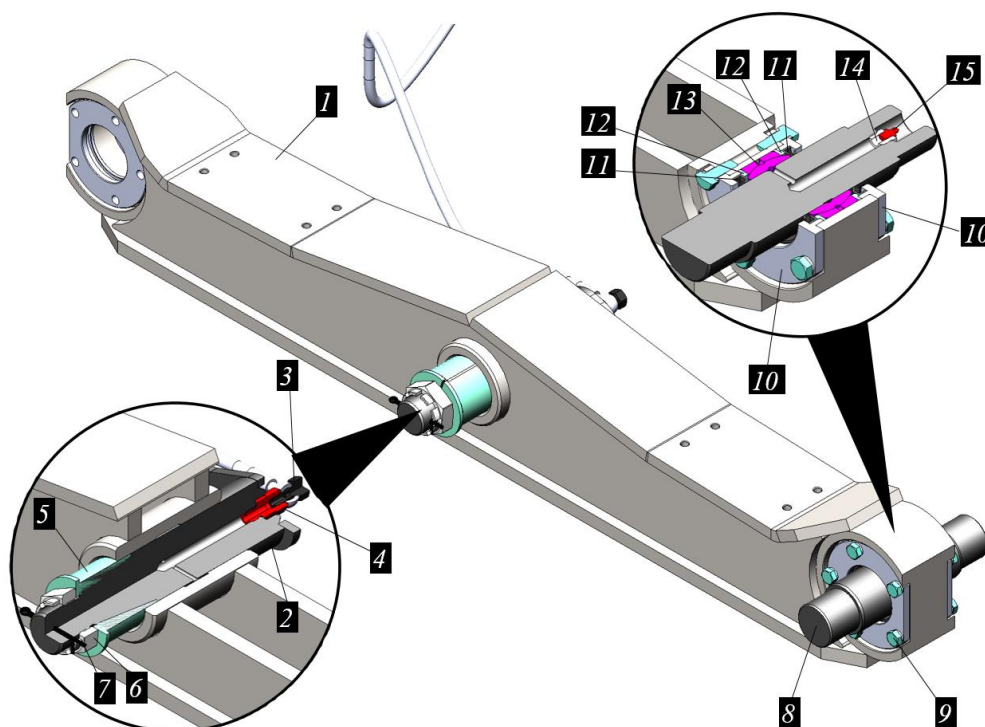

Рисунок 13.4. Конструкция балансирной балки
- ☐ Смазать маслом отверстия подшипника балансирной балки 13, рис. 13.4.
- ☐ Подшипник балансирной балки 13, рис. 13.4, слева и справа = смазать маслом наружные кольца.
- ☐ С помощью подходящего пресса 70-120 кН впрессовать подшипник балансирной балки 13, рис. 13.4